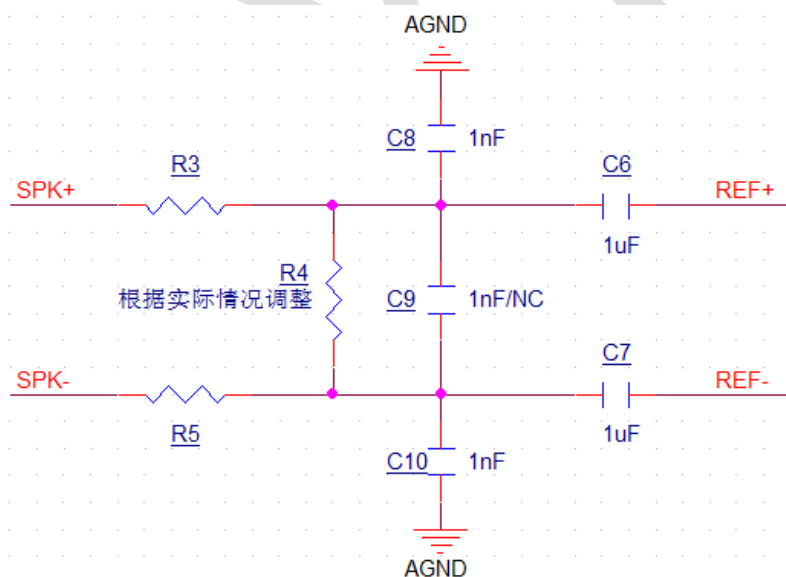

图 9 差分输出参考电路
- 2) 用户电路用作参考信号的输出为差分输出，需要分压时，可参考如图 9 电路：